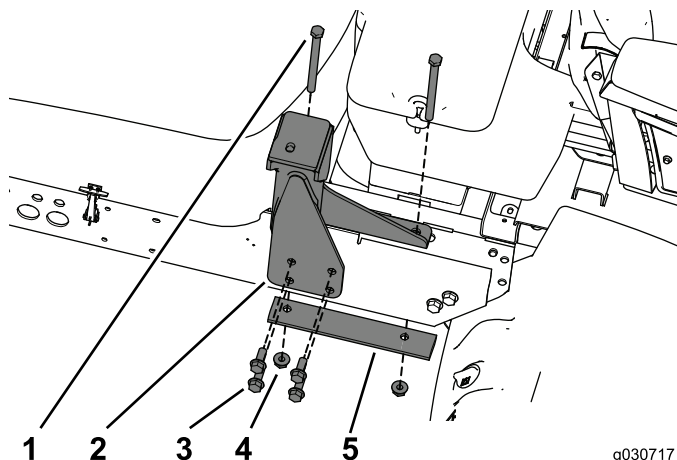

Figura 20
1. Utilizzate la bulloneria rimossa con il ROPS per fissare il supporto posteriore al telaio (Figura 20).